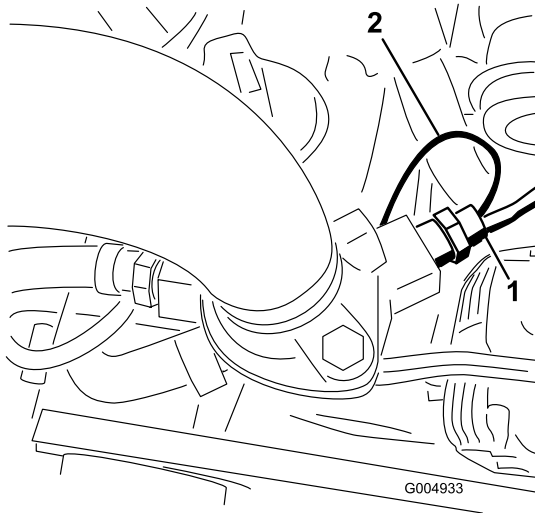

Figura 18
- Instale o novo interruptor de contacto duplo no lado direito da estrutura do termostato do motor (Figura 18).